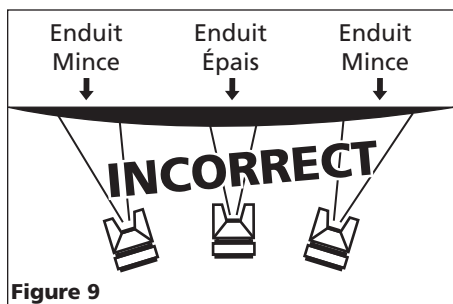

Figure 9
- Garder la buse environ 6 à 9 po (15,2 cm à 22,9 cm) de la surface de travail pendant le coup et toujours déplacer la buse pendant la pulvérisation. Arrêter le pistolet en mi coups causera un surplus de peinture et résultera en coulements. Ne pas bouger le pistolet en éventail d'un côté à l'autre pendant la pulvérisation. Ceci causera un surplus de peinture au centre du coups et un enduit insuffisant à chaque bout (Voir Figure 9).